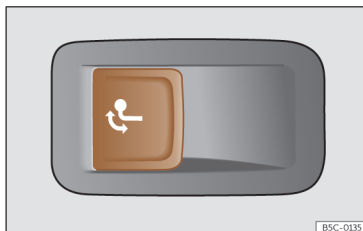

Fig. 195 No lado esquerdo da bagageira: botão para desbloquear o gancho de reboque.
- Puxe o botão >>> Fig. 195 de forma breve. O gancho de reboque desbloqueia-se eletricamente e roda-se automaticamente para fora. A luz de controlo do botão pisca.
- Puxe o botão >>> Fig. 195 de forma breve. O gancho de reboque desbloqueia-se eletricamente.
- Nunca pressione o botão >>> Fig. 195 quando tiver um reboque engatado ou estiver montado um porta-bagagens ou outros acessórios sobre o gancho de reboque.